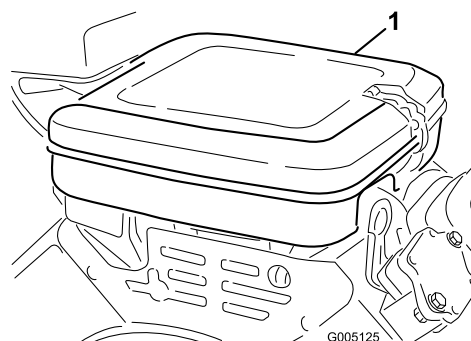

Figura 46
1. Liberte os dispositivos de bloqueio e retire a cobertura do filtro de ar (Figura 46). Limpe bem a cobertura.